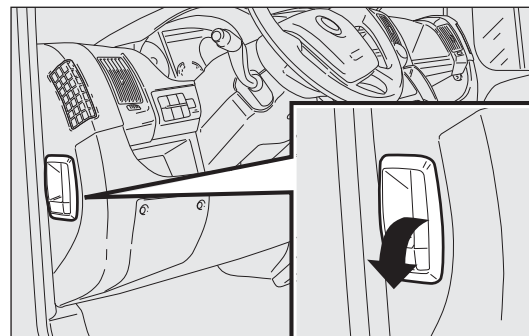

fig. 129
- tirare la leva fig. 129 nel senso indicato dalla freccia;